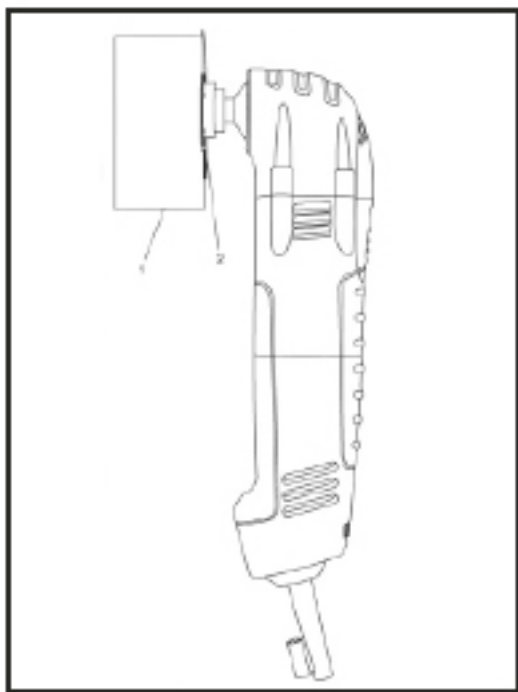

Fig. 9
2. Așezați carcasa prizei electrice pe gips-carton și cu ajutorul unui creion moale trasați marginea pentru a urmări gaura dreptunghiulară necesară (1) pe gips carton (Fig.9)